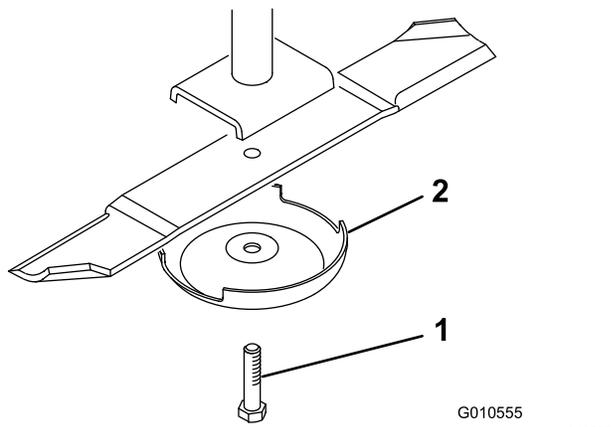

Figure 31
2. Tenez la lame par son extrémité avec un chiffon ou un gant épais. Enlevez le boulon, la coupelle de protection et la lame de l'axe de pivot (Figure 31).